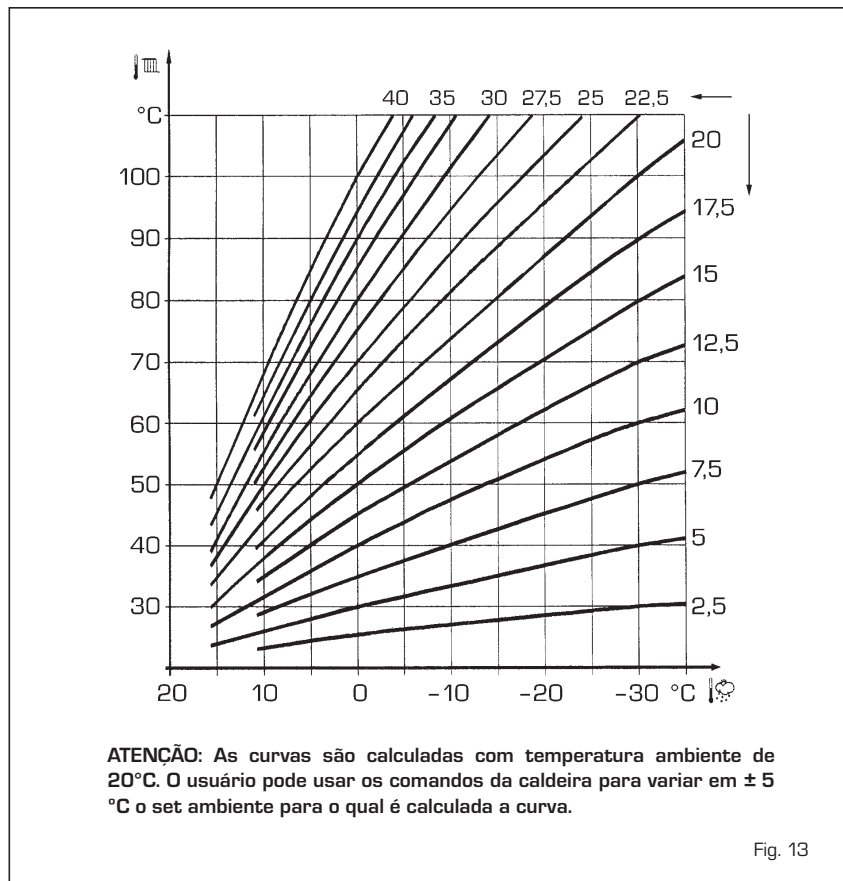

Fig. 13
3.4 SONDA EXTERIOR LIGADA (fig. 13)
Em caso de presença de sonda exterior os SET de aquecimento são determinados pelas curvas climáticas em função da temperatura exterior e limitados pelo valor de range descritos no ponto 3.3 (parâmetros PAR 22 para a zona 1, PAR 25 para a zona 2 e PAR 28 para a zona 3). A curva climática a introduzir pode ser seleccionada de um valor entre 3 e 40 (com passos de 1). Aumentando inclinação representada pelas curvas da fig. 13 aumenta-se a temperatura de ida do circuito em correspondência com a temperatura exterior.